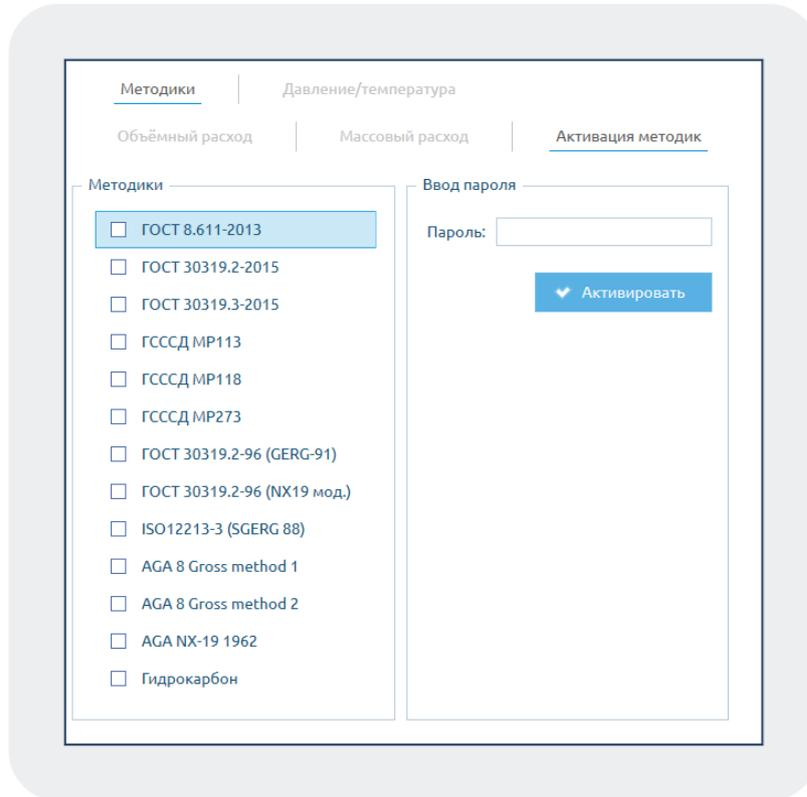

Рисунок 31 – Выбор методик вычисления
- выбрать методику вычисления расхода в стандартных условиях (рис. 31).